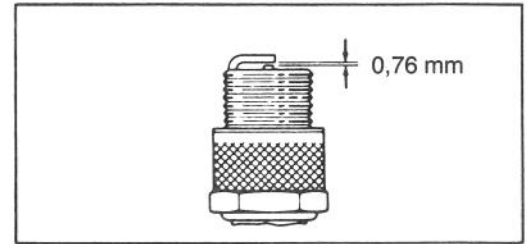

Fig. 13
3. MONTATE LA CANDELA—Fissate la distanza fra gli elettrodi (Fig. 13) a 0,76 mm. Montate la candela e serratela a 20,4 N.m. Se non usate una